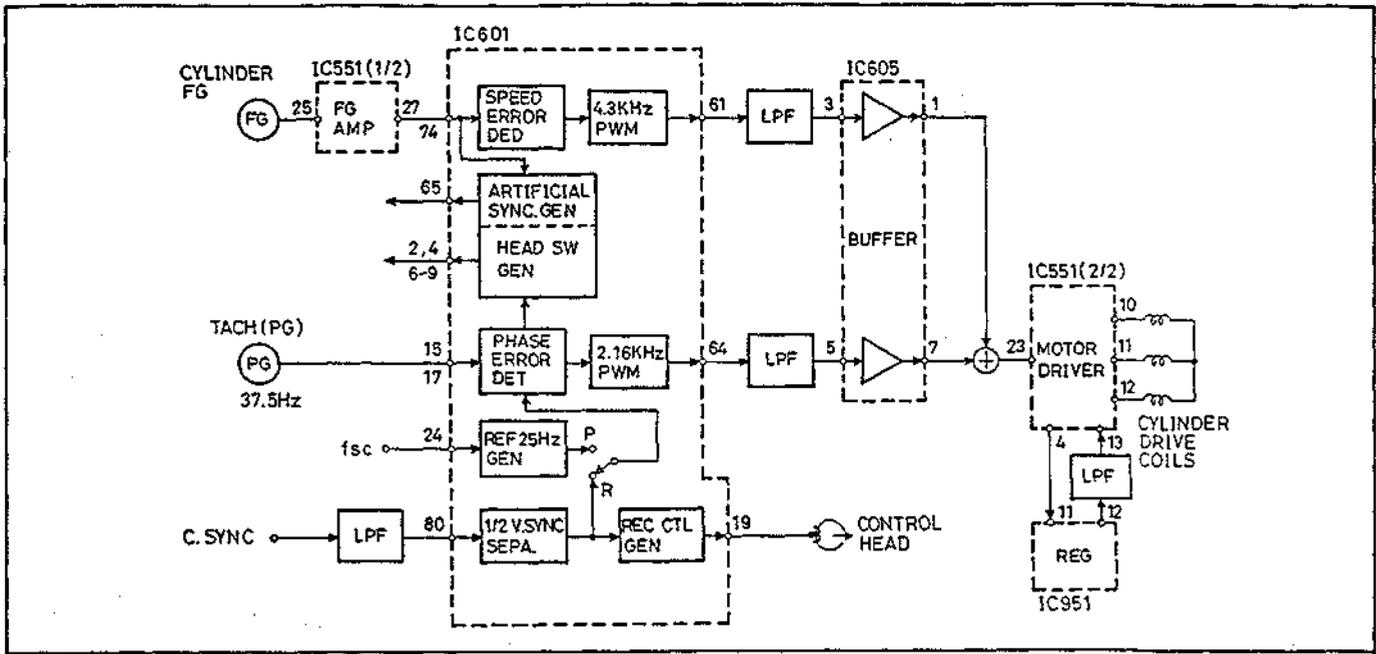

Abb. 4-3 Kopftrommel-Servo-Schaltkreis
3. Kopftrommel-Servo (Abb. 4-3 bis 4-7)
3-1 Konfiguration der Schaltkreise (Abb. 4-3)